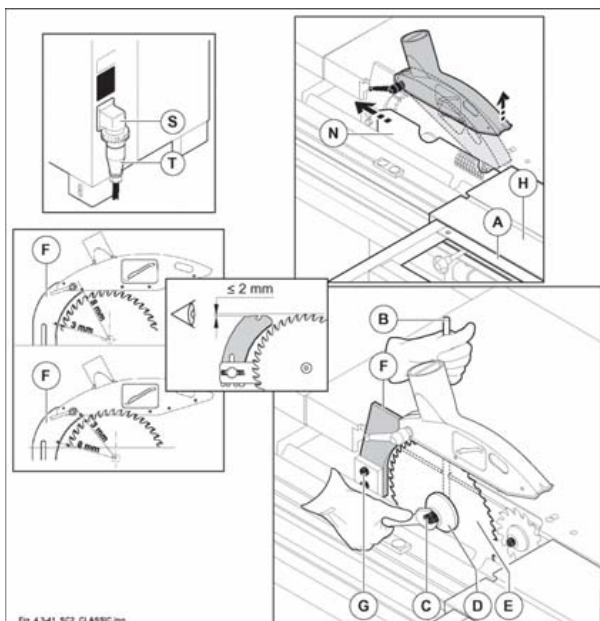

Fig. 4.3-41
- 2) Posizionare il telaio di squadra (A fig. 4.3-41) come in figura e trascinare il carro vagoni (H fig. 4.3-41) tutto a destra.
- 3) Aprire la protezione (N fig. 4.3-41).
- 4) Inserire il perno (B fig. 4.3-41) nel foro della puleggia albero sega.
un fincorsa di sicurezza garantisce che con la protezione (N fig. 4.3-41) aperta il motore non possa essere avviato.
il dado di bloccaggio (C fig. 4.3-41) della lama sega è sinistrorso; per svitarlo occorre ruotarlo in senso orario.
- 5) Allentare il dado di bloccaggio (C fig. 4.3-41) con chiave esagonale da 24 mm, ed estrarre la flangia (D fig. 4.3-41).
- 6) Montare in sequenza la sega (E fig. 4.3-41), la flangia (D fig. 4.3-41) e il dado (C fig. 4.3-41) (per evitare eventuali vibrazioni, prima di montare la lama sega pulire accuratamente le flange).
- 7) Serrare il dado con la chiave da 24 mm utilizzando il perno (B fig. 4.3-41).
- 8) Regolare la posizione in altezza del coltello divisore (F fig. 4.3-41) allentando il dado (G fig. 4.3-41).
per motivi di sicurezza è obbligatorio richiudere la protezione (N fig. 4.3-41), altrimenti: